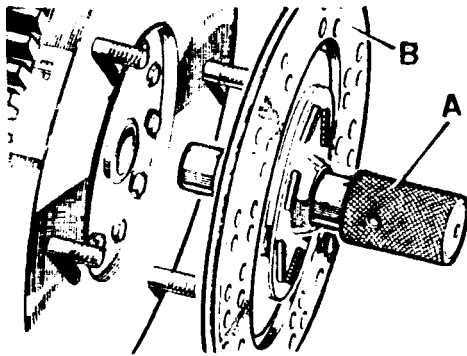

Fig. A3-80 Montaje del disco de embrague
- 2.5. Situar el disco de embrague sobre el volante con la parte más larga del núcleo central, hacia el motor y centrarlo con un útil preparado para tal efecto, A (Fig. A3-80) o bien con un trozo de eje primario.
- 2.9. Retirar el útil centrador, A (Fig. A3-80) y proseguir el montaje de la caja de velocidades según Tarea C2-2 y montar el piso de la cabina (Tarea A3-5).